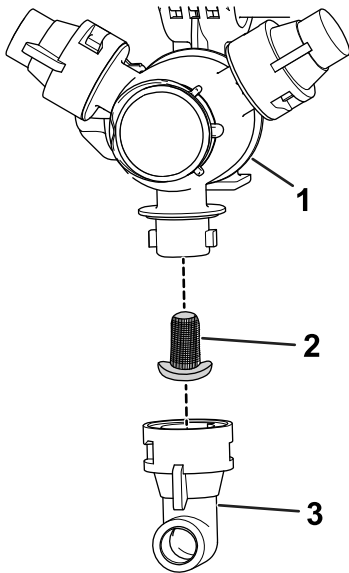

Bild 61
2. Nehmen Sie die Düse vom Sprühdrehkreuz ab (Bild 61).
3. Entfernen Sie den alten Düsenfilter (Bild 61).
4. Setzen Sie den neuen Düsenfilter ein (Bild 61).
5. Setzen Sie die Düse auf das Sprühdrehkreuz auf (Bild 61).